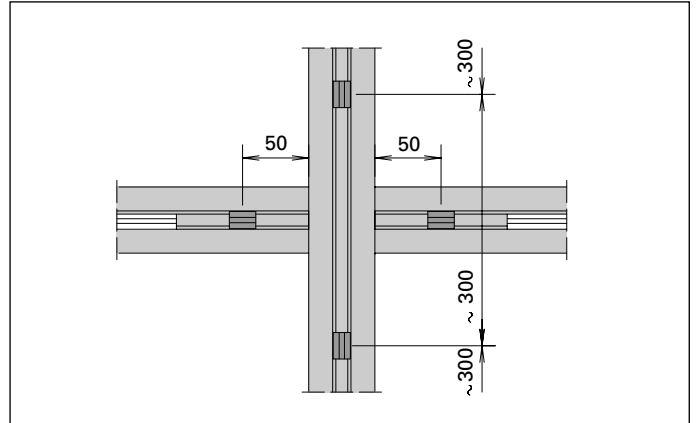

Abb. 10 / Ill. 10
- Bei Riegel (Kreuz- und Endpunktbereich) ca. 50 mm von Pfosten entfernt (Abb. 10).